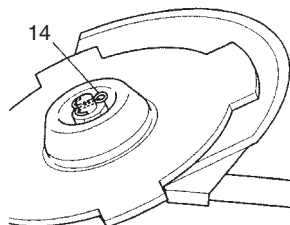

Fig. 9
- Lors de l'installation du capuchon du porte-lame (11), veillez à ce que le côté concave soit tourné vers le haut.
- Insérez la clé de serrage (10) dans le trou du boîtier de renvoi d'angle afin de bloquer le porte-lame (12). Remarquez que la vis ou l'écrou de fixation (13) possède un filetage pour gauchers, (desserrez dans le sens des aiguilles d'une montre / serrez dans le sens inverse). Serrez la vis ou l'écrou de fixation avec la clé à douille.
- Si votre appareil est pourvu d'une fixation par écrou et équipé d'une clavette, la lame doit être fixée à l'aide d'une nouvelle clavette (14) lors de chaque installation. (Fig. 9)